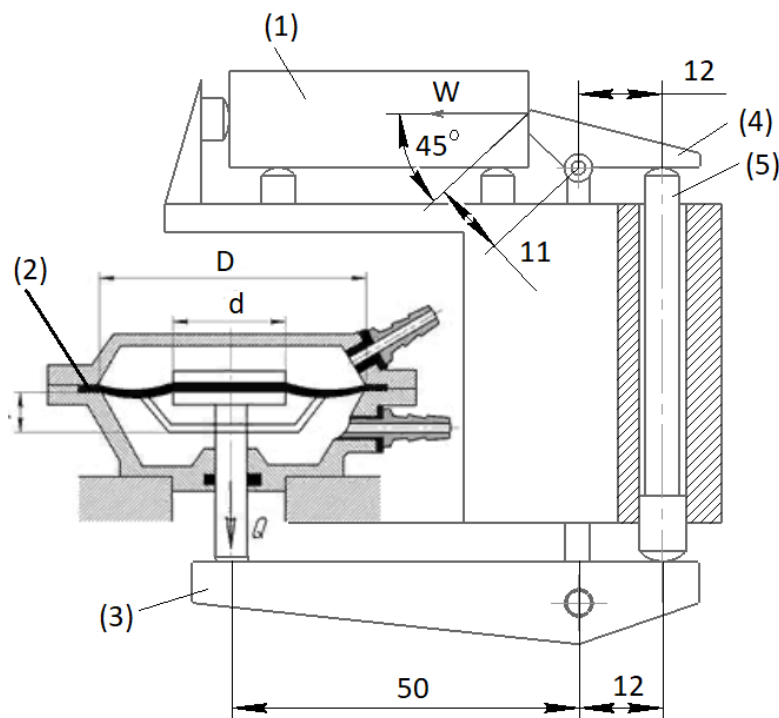

Рис. 4
На фрезерном станке фрезеруется деталь (1) привода 3D принтера, которая закрепляется в зажимном приспособлении с пневмоприводом. Пневмопривод состоит из пневмокамеры двустороннего действия с резиновой диафрагмой (2), рычага (3), рычага (4) и тяги (5). Требуется определить, какая сила W будет приложена к детали, если диаметр диафрагмы пневмокамеры равен $D=160$ мм, диаметр опорной шайбы $d=115$ мм, КПД всего привода $\eta=0,9$, остальные параметры приведены на рис. 4. Давление воздуха $p=0,4$ МПа.